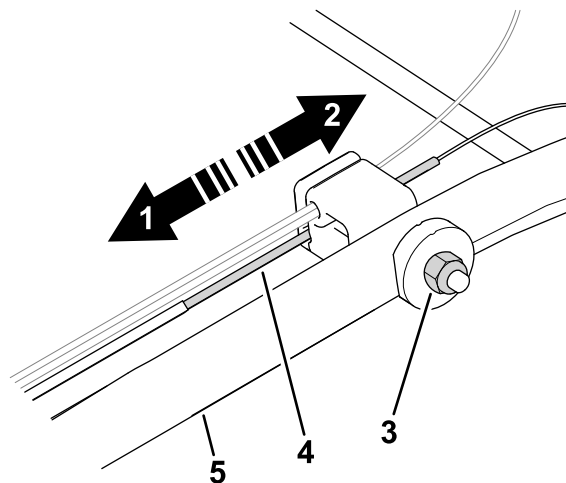

Figure 26
1. Tournez l'écrou de réglage dans le sens antihoraire pour desserrer le réglage du câble (Figure 26).
2. Ajustez la tension du câble (Figure 26) en le tirant en arrière ou en le poussant en avant puis en le maintenant à cette position.